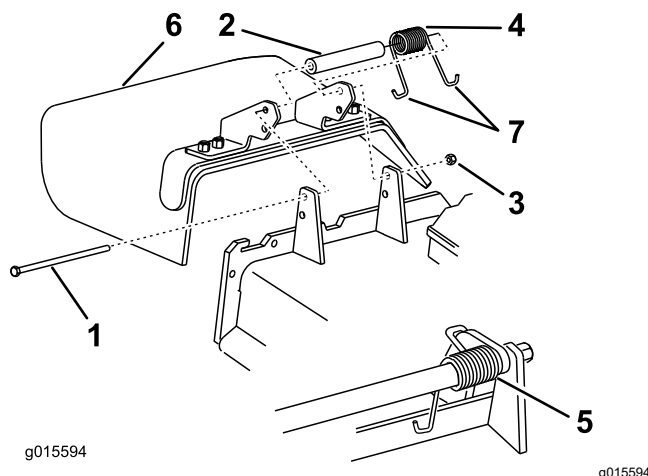

Figure 95
1. Retirez le contre-écrou, le boulon, le ressort et l'entretoise qui fixent le déflecteur aux supports de pivot (Figure 95).
Remarque: Prenez soin de placer 1 extrémité en J du ressort derrière le bord du tablier avant de mettre le boulon en place, comme montré à la Figure 95.
6. Accrochez l'extrémité en J du ressort au déflecteur d'herbe (Figure 95).